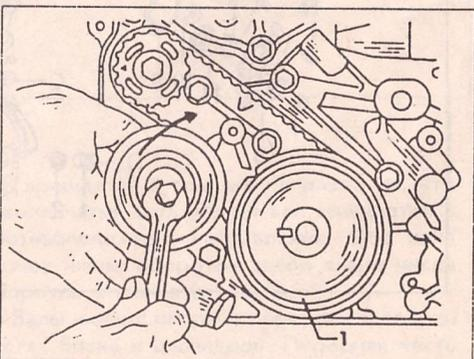

Рис. 87. Натяжение малого ремня привода балансировочного вала и масляного насоса. При креплении ролика нажать на него в направлении, указанном стрелкой.
- Сместить натяжитель для натяжения зубчатого ремня. В этом положении затянуть болт (рис. 87). Теперь больше не проворачивать вал, чтобы не перетянуть ремень.